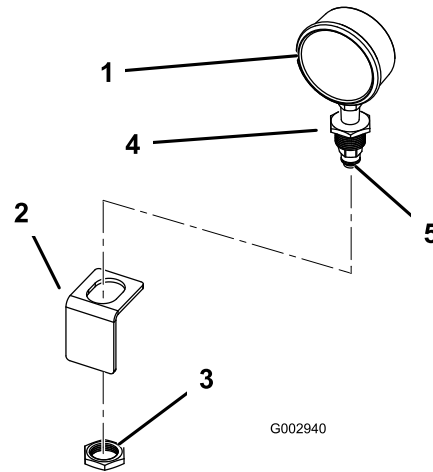

Figure 22
1. Enroulez du ruban Téflon, dans le sens anti-horaire, autour du filetage du manomètre et montez le raccord réducteur sur le manomètre (Figure 22).
2. Montez le raccord en plastique noir dans le raccord réducteur du manomètre (Figure 22).
3. Montez le manomètre dans le support sous l'ouverture ronde à l'intérieur du couvercle du boîtier de commande et fixez-le avec l'écrou fourni avec (Figure 22).